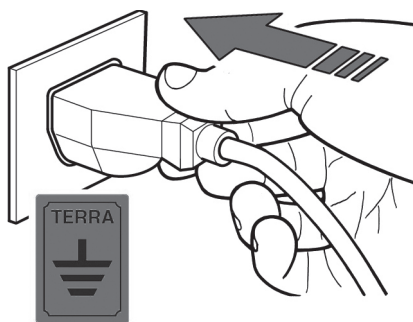

fig. 11
- E' obbligatorio che l'apparecchiatura completa sia collegata adeguatamente ad una efficiente presa a terra (fig.11).
- 3) Inserire la spina di alimentazione della Vetrina sulla presa fornita dal cliente (fig.11) assicurandosi che la stessa disponga del contatto di terra e che non ci siano prese multiple connesse .